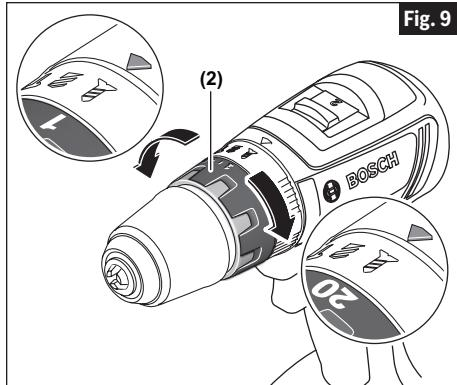

Fig. 9
Votre outil comporte 20 réglages d'embrayage. Le couple produit augmentera à mesure que l'anneau de l'embrayage (2) est tourné de la position 1 à la position 20. La position «  » de la perceuse verrouillera l'embrayage de manière à pouvoir percer et visser dans des matériaux difficiles. Cette même position permet également de changer rapidement et facilement les forets dans le mandrin sans clé (Fig. 9).